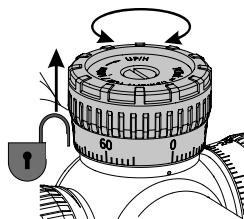

Fig. 2
La retombée du projectile est compensée en fonction de la distance par un réglage correspondant de la ligne de visée de la lunette. **Pour éviter un dérèglement accidentel, l'ASV ne peut être tourné qu'une fois le bouton tiré vers le haut (Fig. 2).** Le bouton de réglage (1) de l'ASV est doté d'un anneau neutre à la livraison. La distance entre deux traits ou un clic correspond à un réglage de 1 cm à 100 m. Le trait de chaque dizaine est numéroté (ASV+ : 0-60, ASV-LR : 0-90, ASV-ALR : 0-130).